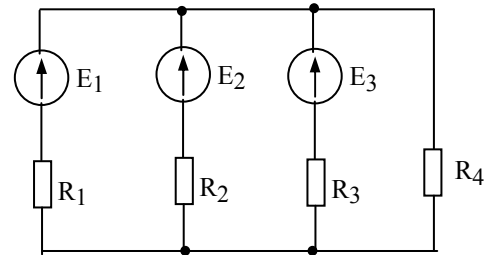

Рис.1.4.17
1.4.17. Определить величину сопротивления  $R_4$  (рисунок 1.4.17), при котором ток в ветви с ЭДС  $E_1$  становится равным нулю, если известно, что  $E_1=100$  В,  $E_2=60$  В,  $E_3=200$  В,  $R_1=10$  Ом,  $R_2=4$  Ом,  $R_3=5$  Ом. Определить при этом значения токов в остальных ветвях схемы.